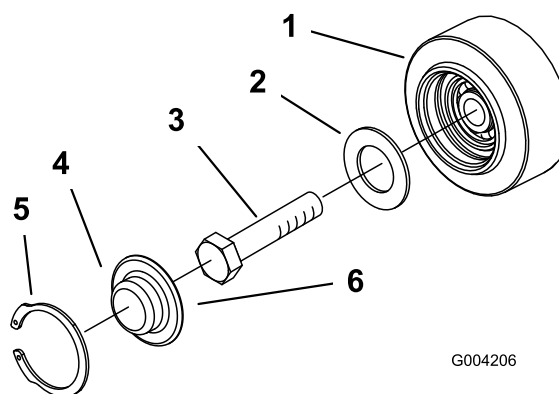

Bild 44
3. Nehmen Sie den Sprengring und die Kappe vom Straßenträger ab (Bild 44).
4. Prüfen Sie das Schmiermittel unter der Kappe und um die Dichtung (Bild 44). Wenn es schmutzig, körnig oder verbraucht ist, entfernen Sie das gesamte Schmiermittel, wechseln Sie die Dichtung aus und fügen Sie neues Schmiermittel hinzu.
6. Setzen Sie die eingefettete Straßenträgerkappe auf den Schraubenkopf (Bild 44).
7. Befestigen Sie die Straßenträgerkappe mit dem Sprengring (Bild 44).